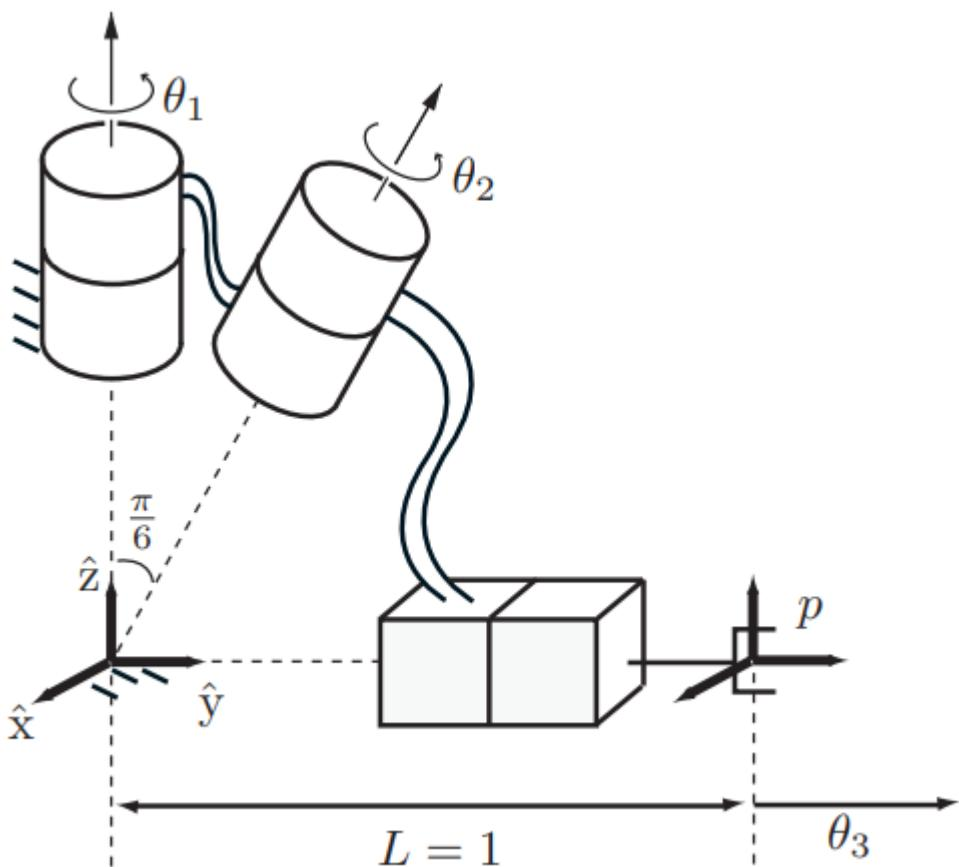

Рисунок 8. Робот 2RP.
1.2 Открытая цепочка робота RRP находится в исходном состоянии (рис. 8). Оси 1 и 2 соединений пересекаются в начале координат, конечный эффектор (р) находится в точке  $(0, 1, 0)$ .